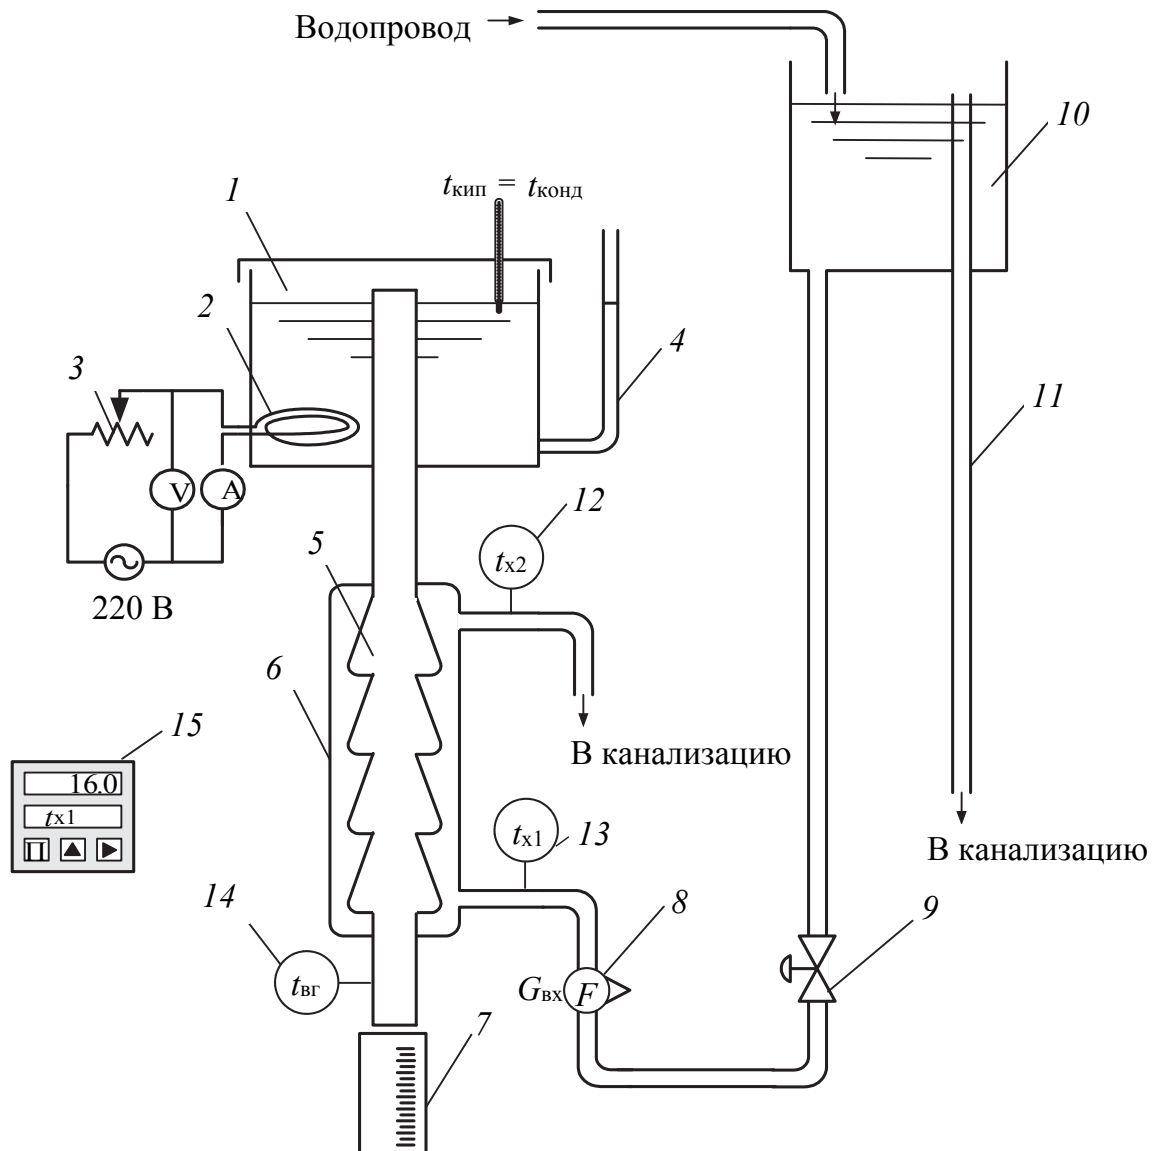

Рис. 3.4. Схема лабораторной установки:
**Описание установки.** Схема лабораторной установки дана на рис. 3.4. В парогенераторе 1 с ТЭНом 2 находится вода. Емкость снабжена уровнемером 4, на котором красной линией отмечен минимально допустимый уровень воды. ТЭН включен в электрическую цепь, содержащую лабораторный автотрансформатор 3, вольтметр и амперметр. При подводе к ТЭНу электрическая энергия преобразуется в теплоту, которая передается воде.